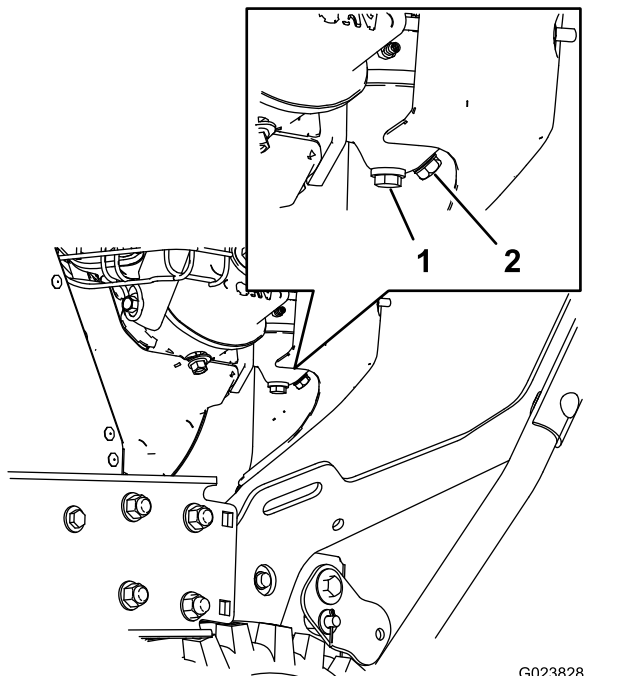

Рисунок 28
1. Найдите винтовую сливную пробку, расположенную в боковом отверстии поплавковой камеры карбюратора (Рисунок 28).